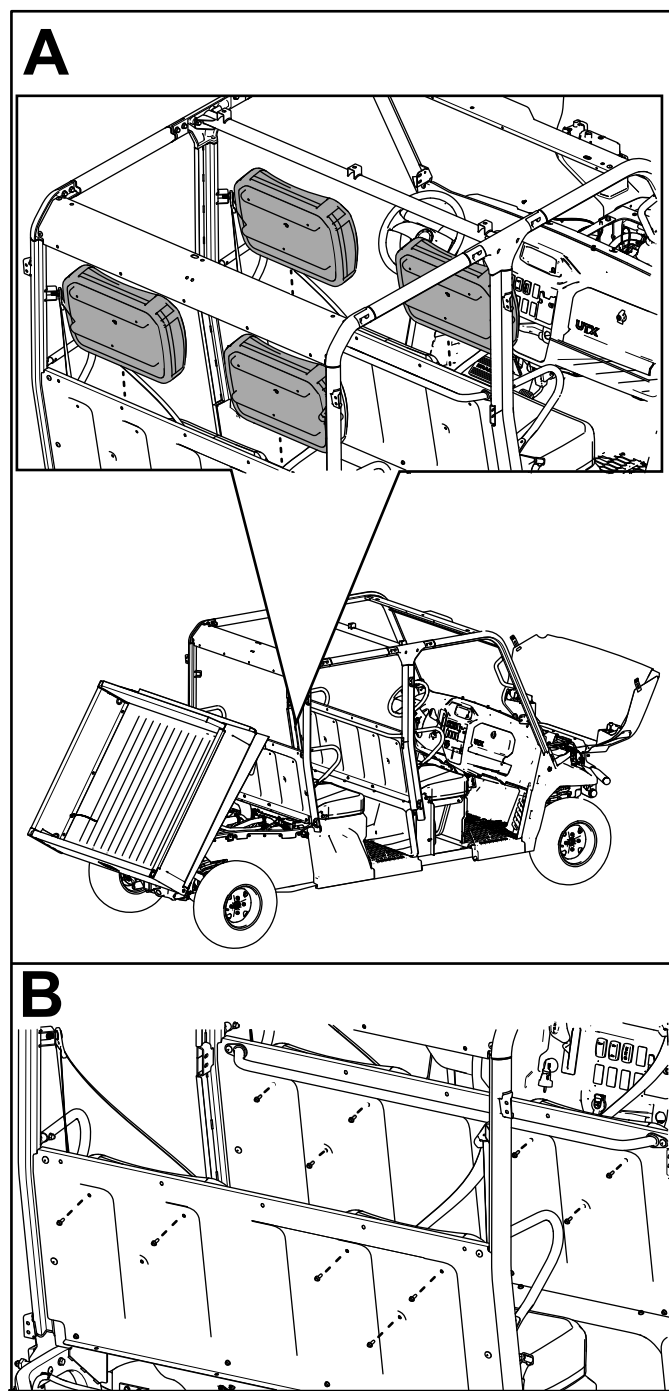

Figure 65
- E. Fixez les 4 dossiers de siège aux panneaux de siège à l'aide de 11 boulons à tête hexagonale à embase ($\frac{1}{4} \times \frac{3}{4}$ po), comme montré à la Figure 65.